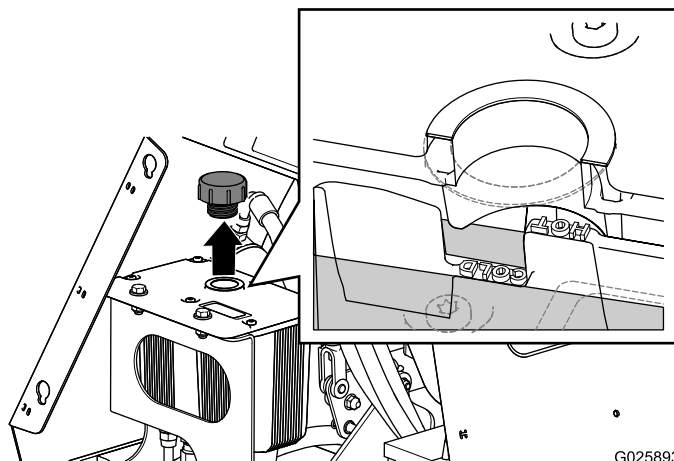

Figura 54
5. Limpie la zona alrededor del tapón del depósito de aceite hidráulico (Figura 54).
6. Retire el tapón y compruebe el nivel de aceite del depósito (Figura 54).
7. Si es necesario, añada el aceite hidráulico especificado hasta que el aceite cubra el nivel **Cold** en el tabique (Figura 54).
8. Vuelva a colocar el tapón del depósito de aceite hidráulico y apriételo hasta que esté cerrado (Figura 54).